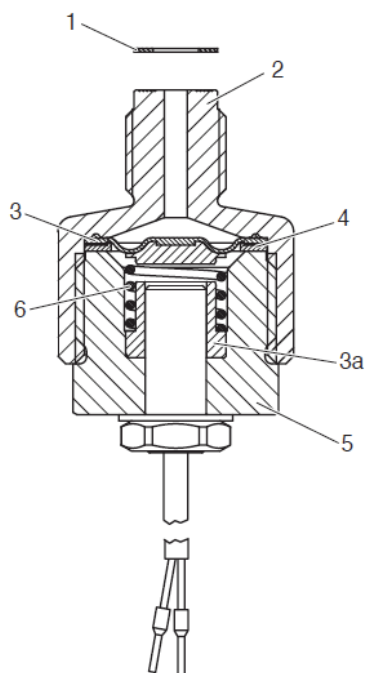

Рис. 7
- После разрыва диафрагмы реагент находится в датчике разрыва диафрагмы и подводящем канале промежуточного кольца (5).
- ▶ Возьмите датчик разрыва диафрагмы за верхнюю часть (2) (см. рис. 7).
- ▶ Закрепите корпус (5) вилочным ключом.
- ▶ Поместите новую разделительную диафрагму (3) в верхнюю часть (2) светлой стороной (PTFE) вперед.
- ▶ Поместите кольцо (4) в верхнюю часть (2).
- ▶ Вставьте пружины (6) в корпус (5).
- ▶ Поднесите корпус (5) к верхней части (2)
- ▶ Проверьте, правильно ли установлены пружины (6) в гнезде (3а).
- ▶ Закрепите корпус (5) в верхней части (2).